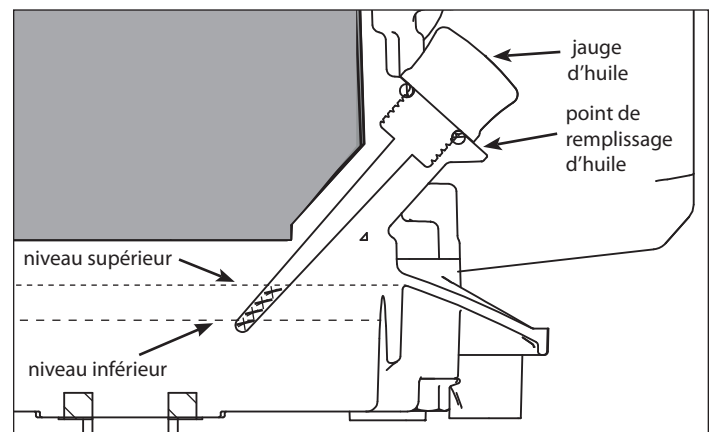

FIGURE 4 : Remplissage d'essence et d'huile moteur.
1. Retirer la jauge d'huile. Remplir le carter jusqu'au repère de remplissage maximum sur la jauge. **NE PAS TROP REMPLIR! VOIR FIGURE 4.**